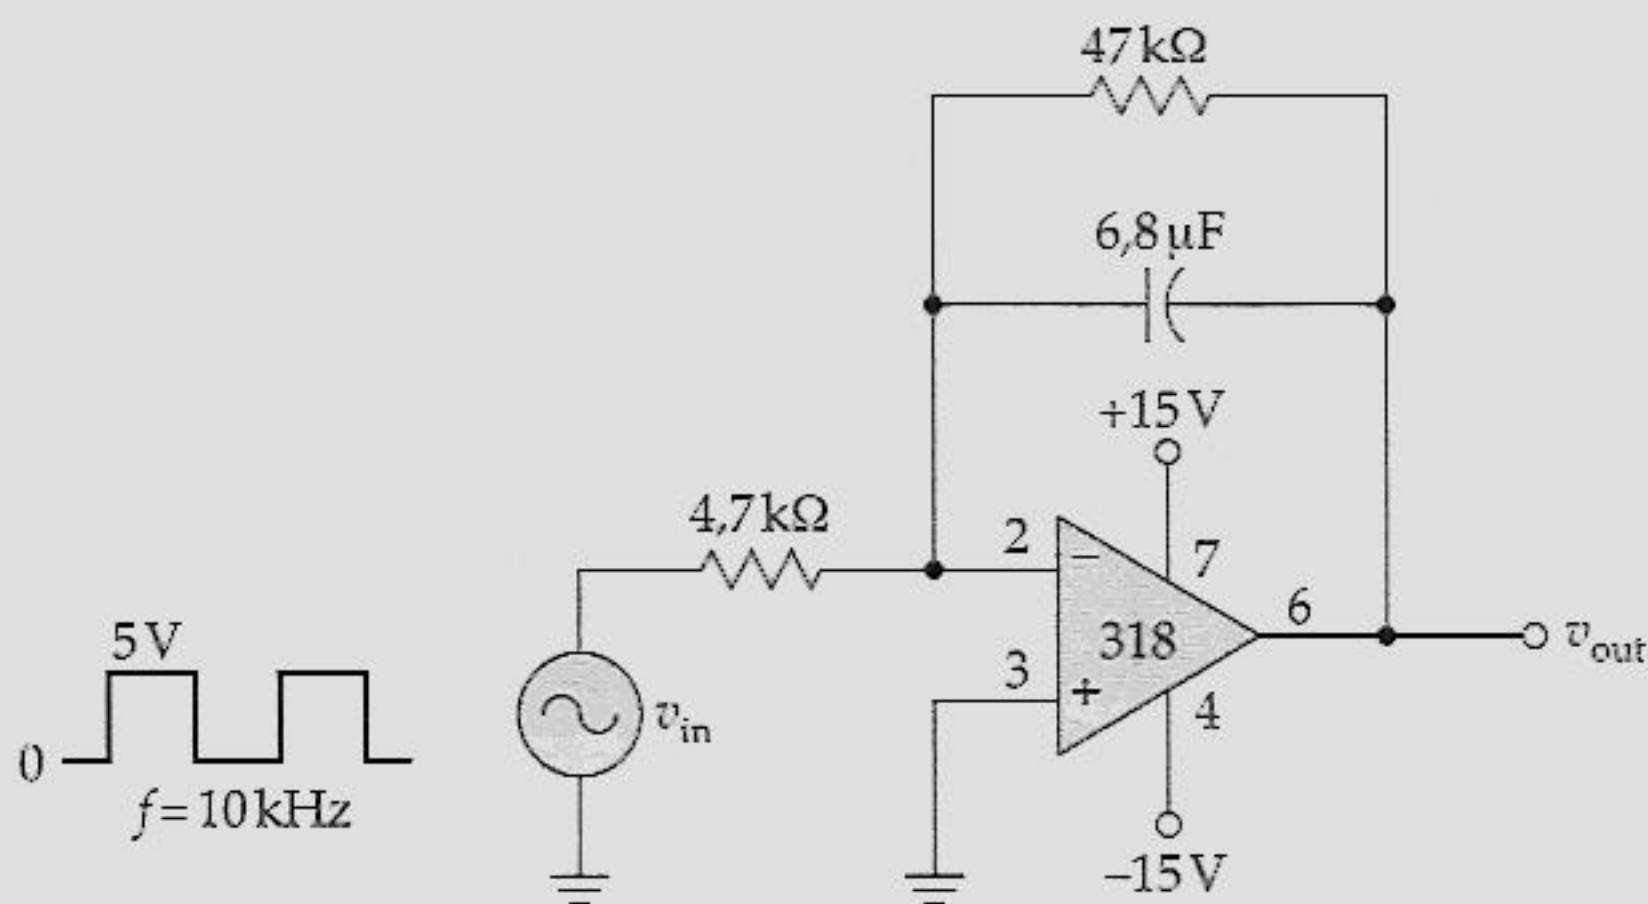

Figura 21.41
- 21.17 Qual a tensão de saída do circuito da Figura 21.41? Se a capacitância for de $0,68 \mu\text{F}$, qual a tensão de saída?
- 21.18 Na Figura 21.41, o que acontece com a tensão de saída se a frequência mudar para 5 kHz? E para 20 kHz?